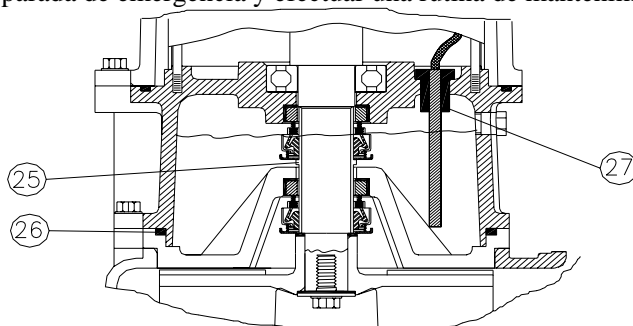

Fig. 3. ↑ Esquema del sistema de protección constituido por dos sellos mecánicos.
**Sistema de doble sello:** consiste en un sensor de humedad (14) y dos sellos mecánicos (7,8) tipo STD 21 (carbón contra cerámica), designados superior e inferior respectivamente, alojados en la cámara de sellado (16), ver la Fig. 3.